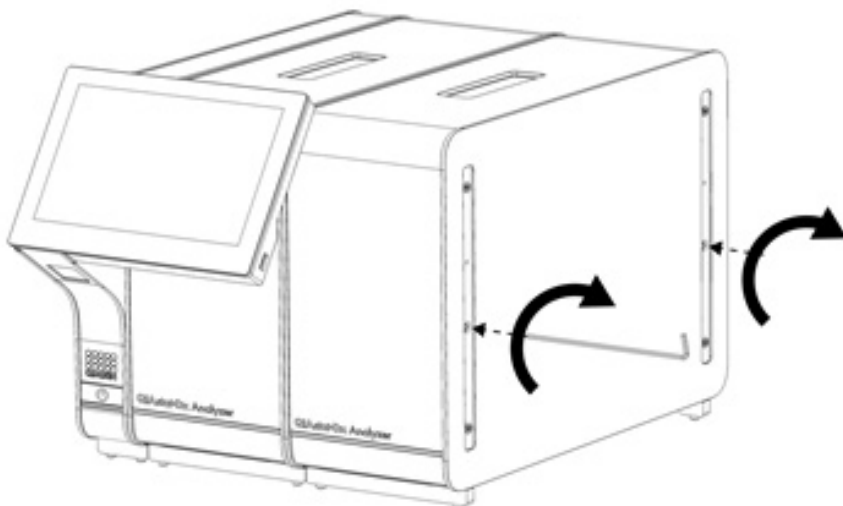

Bild 16. Rikta in och ansluta den extra analytiska enheten.
4. Rikta in den extra analytiska enheten mot den befintliga analytiska enheten. Dra åt skruvarna med monteringsverktyget för den analytiska enheten/driftsenheten som medföljer QIAstat-Dx Analyzer 2.0 (bild 16).